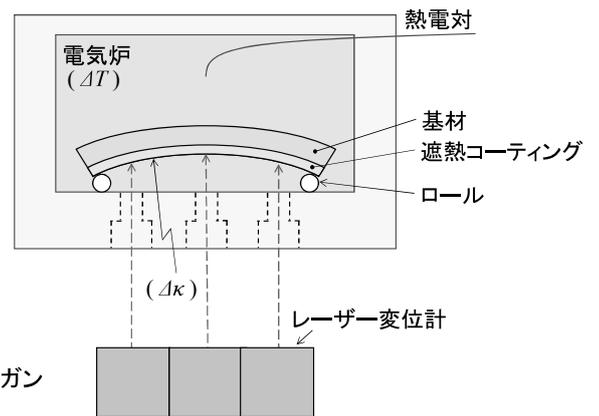

図2
- ▶熱サイクル曲率を用いた遮熱コーティングの高温力学特性の研究（図2）